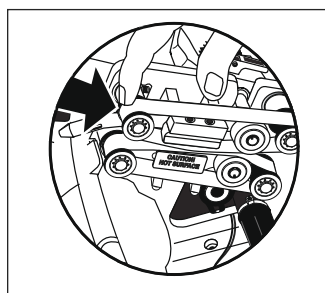

Figure 19
4. Poussez les rouleaux à ressort vers l'avant de la machine pour desserrer l'une ou l'autre des courroies de scellage. (Voir Figure 19)